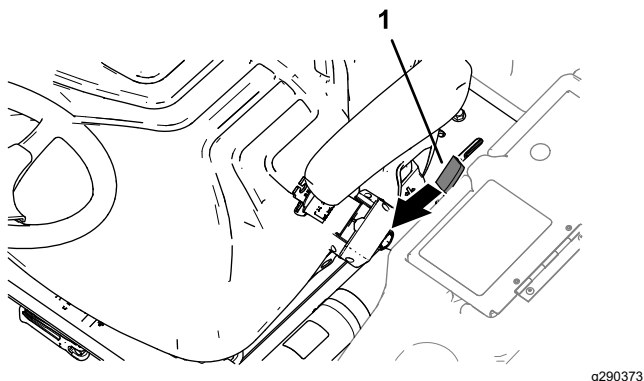

Figura 43
1. Spostate la maniglia di fermo della pedana (Figura 43) verso la parte anteriore della macchina fino a quando il dispositivo non si sgancia dalla barra di bloccaggio.